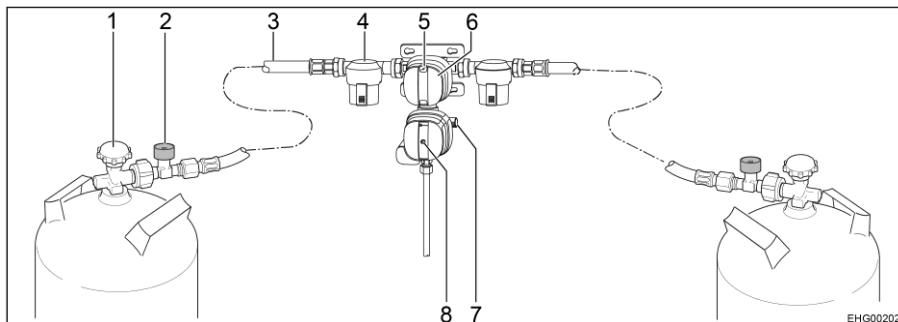

Fig. 135 Impianto di regolazione pressione gas di sicurezza DuoControl CS
L'impianto di regolazione DuoControl consiste in una valvola di commutazione e un sensore crash. L'impianto di regolazione DuoControl è montato tra i tubi flessibili per alta pressione (Fig. 135,3) con dispositivo antirottura del tubo flessibile (Fig. 135,2). Con la manopola (Fig. 135,6) sulla valvola di commutazione è possibile stabilire quale delle bombole del gas viene utilizzata come bombola in uso e quale come bombola di riserva.
Nella finestra di controllo (Fig. 135,5) viene visualizzato lo stato del rifornimento di gas:
Il sensore crash blocca l'alimentazione del gas in caso di forti vibrazioni (es. incidente). Lo stato operativo del sensore crash si riconosce dalla posizione del pulsante giallo di reset (Fig. 135,8):
- Se il pulsante giallo di reset (Fig. 135,8) è spinto in dentro, il sensore crash è pronto al funzionamento.
- Se il pulsante giallo di reset (Fig. 135,8) sporge, il sensore crash **non** è pronto al funzionamento. Per la messa in funzione, vedere di seguito.
Il dispositivo antirottura del tubo flessibile (Fig. 135,2) blocca il flusso di gas quando il tubo flessibile collegato si rompe. Il dispositivo antirottura del tubo flessibile deve essere attivato premendo il tasto verde.
- Con la manopola (Fig. 135,6) sulla valvola di commutazione selezionare la bombola del gas, da cui proviene la principale alimentazione del gas (bombola in uso). Girare la manopola fino all'arresto.
- Aprire le valvole principali di arresto (Fig. 135,1) delle bombole del gas.
- Premere per circa 5 secondi il tasto verde del dispositivo antirottura del tubo flessibile (Fig. 135,2). Nella finestra di controllo (Fig. 135,5) viene visualizzato il simbolo verde.
- Se il sensore crash è scattato (il pulsante giallo di reset (Fig. 135,8) sporge):
Spingere con forza in dentro il pulsante giallo di reset (Fig. 135,8), ruotarlo appena in senso orario e tenerlo premuto per 5 secondi. Assicurarsi che il pulsante di reset rimanga in posizione premuta ("pronto al funzionamento").
- Chiudere le valvole principali di arresto (Fig. 135,1) delle bombole del gas.
Se la spia di controllo verde (Fig. 136,6) si spegne durante il funzionamento e la spia di controllo rossa (Fig. 136,5) si accende, significa che la bombola in uso è vuota e deve essere sostituita. Nella finestra di controllo (Fig. 135,5) della rispettiva bombola del gas compare la tacca rossa. La bombola di riserva continua ad alimentare le utenze a gas.
- Ruotare la manopola (Fig. 135,6) fino all'arresto in direzione della bombola del gas attualmente in uso. In questo modo questa bombola del gas ora è la bombola in uso, mentre la bombola del gas vuota diventa la bombola di riserva. Il simbolo nella finestra di controllo (Fig. 135,5) passa da rosso a verde.
- Chiudere la valvola principale di arresto (Fig. 135,1) della bombola del gas vuota. Osservare la direzione della freccia.
- Premere il tasto verde del dispositivo antirottura del tubo flessibile (Fig. 135,2).